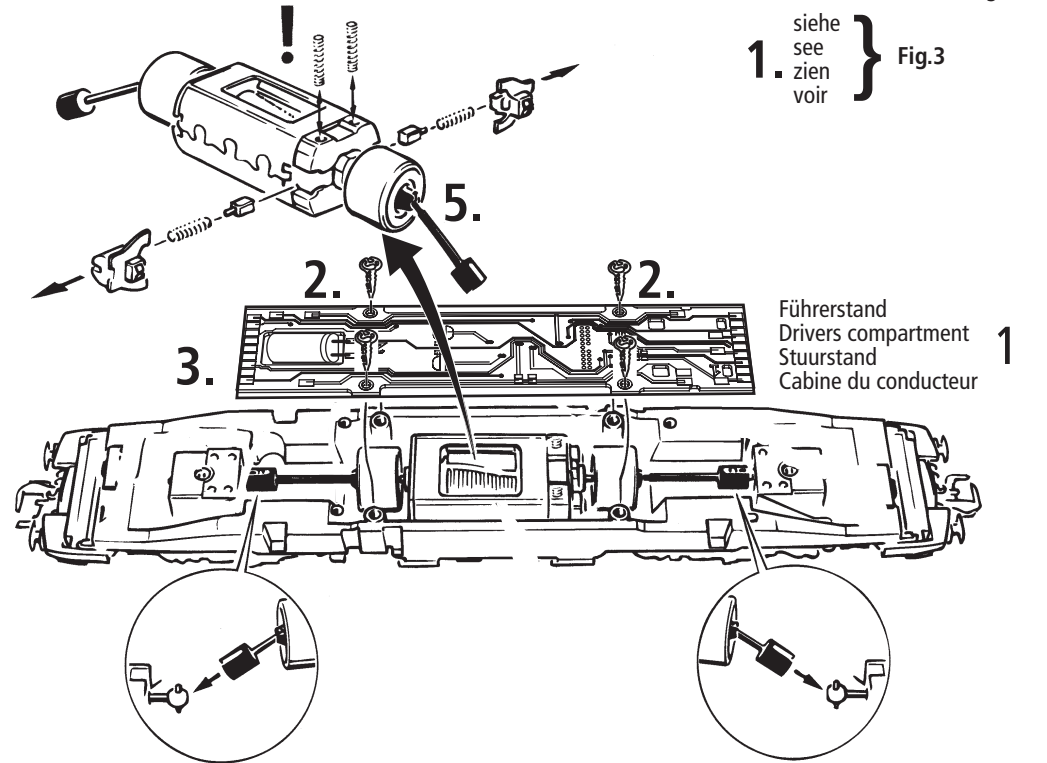

Fig. 9
**Ausführung für Wechselstrom:** siehe Fig. 9
**A.C. operation:** see fig. 9
**Version en courant alternatif:** voir fig. 9